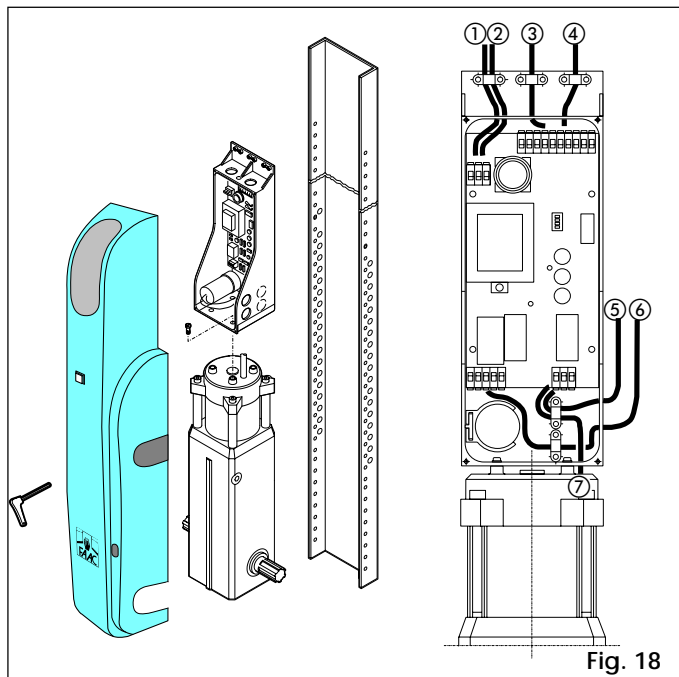

Fig. 18
- Con l'albero di rotazione in basso (Fig. 18)